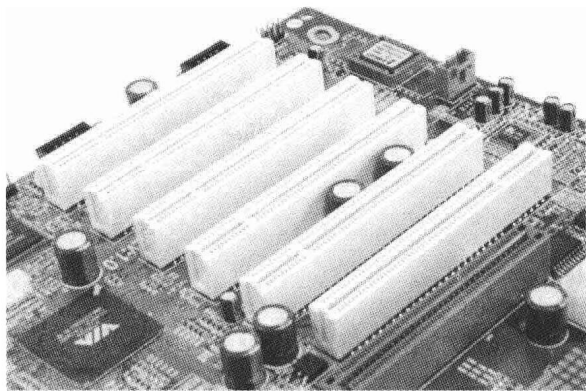

图 1-14 PCI 接口
(1) PCI 总线是高速同步总线, 具有 32 位总线宽度, 工作频率为 33MHz, 最大传输速率为 133MB/s, 如图 1-14 所示。